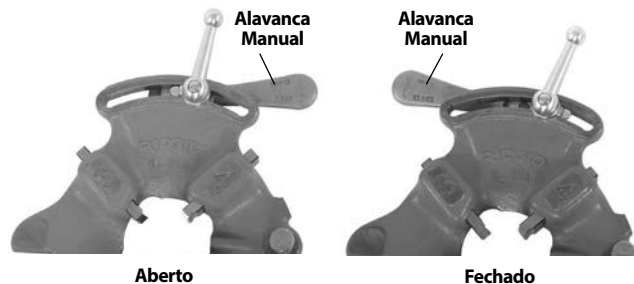

Figura 7 – Posição da Alavanca Aberta/Fechada
2. Desloque a alavanca manual para a posição OPEN (Aberta) (Figura 7).